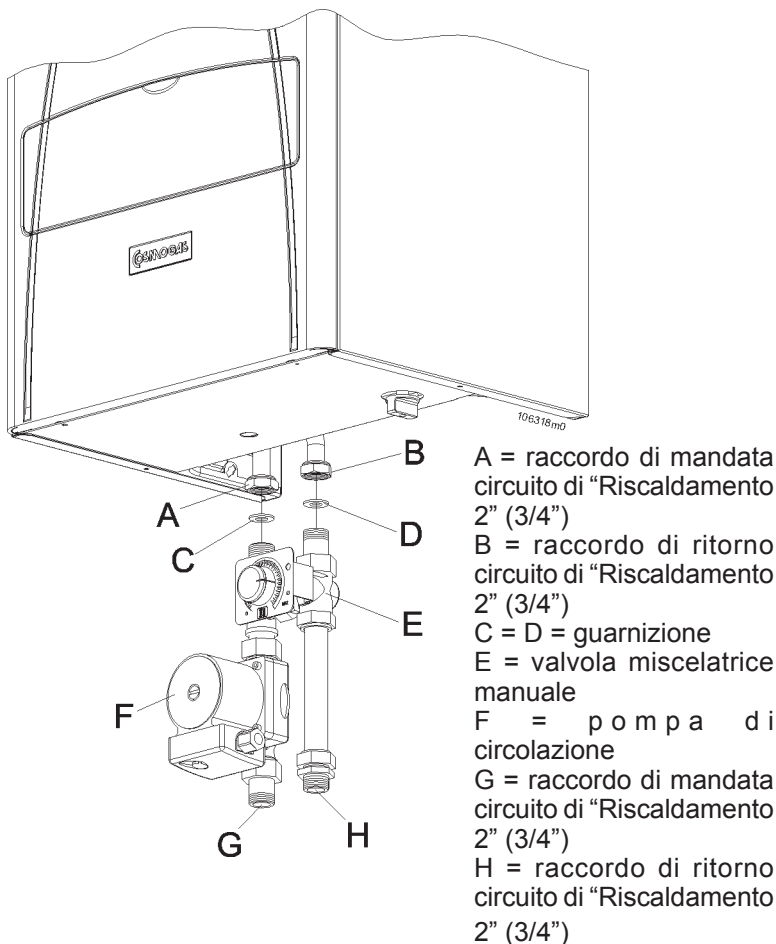
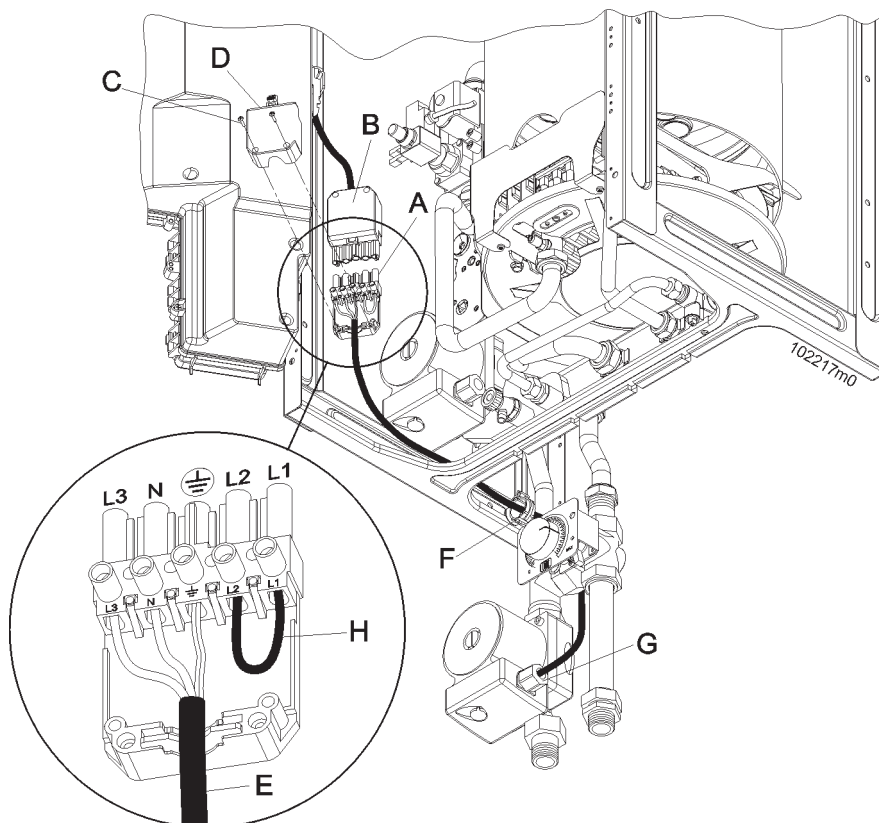

Figura 17 - Installazione circuito di "Riscaldamento 2" nella configurazione più completa
Figura 18 - collegamento del circuito di "Riscaldamento 2"
E' composto da due tubi di mandata e ritorno al riscaldamento collegati a monte della valvola miscelatrice del circuito di "Riscaldamento 1". Per questo motivo la temperatura di mandata è indipendente dalla temperatura del circuito di "Riscaldamento 1" ed è fissa alla temperatura di lavoro del corpo caldaia (fra 55°C e 80°C). Se si desidera alimentare i radiatori a temperature più basse è possibile l'installazione di una valvola miscelatrice manuale (figura 17 particolare "E"). Il controllo della temperatura dell'ambiente asservito dal circuito "Riscaldamento 2" può essere fatto da un termostato ambiente collegato nell'apposito connettore di figura 18 particolare "H".
- "Riscaldamento 2", composto dai soli raccordi "A" e "B" di figura 17 (per interessi vedi figura 6)
- "Riscaldamento 2", composto dai raccordi "A", "B" e dalla pompa "F" di figura 17 (per interessi vedi figura 7)
- "Riscaldamento 2", composto dai raccordi "A", "B", dalla pompa "F" e dalla valvola miscelatrice manuale "E" di figura 17 (per interessi vedi figura 8).
Per il collegamento elettrico fare riferimento alla figura 18 e procedere nel seguente modo:
Per l'allacciamento del cavo del termostato ambiente, procedere come di seguito (fare riferimento alla figura 18):